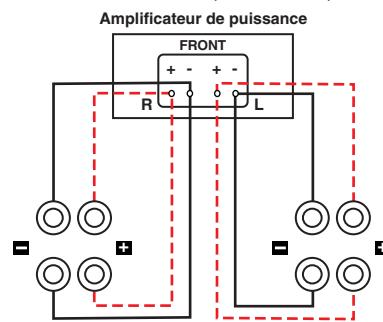

Figure 6
**Le bi-câblage** (figure 6) permet des améliorations notables de la transparence d'ensemble des enceintes. Acheminez des fils de haut-parleur distincts vers les haut-parleurs basse fréquence et haute fréquence à partir d'un même amplificateur : après avoir retiré les cavaliers, raccordez un jeu de fils de haut-parleur aux bornes supérieures de chaque enceinte et un jeu (en général de plus gros calibre) aux bornes inférieures. Raccordez les autres extrémités des deux jeux de fils aux sorties d'amplificateur correspondantes.